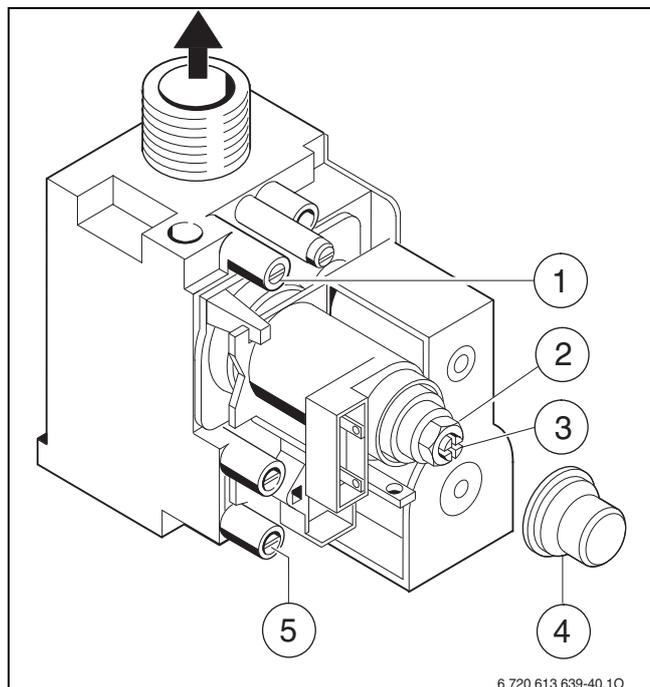

Рис. 33
- ▶ Отвернуть уплотнительный винт измерительного штуцера давления перед форсунками (1) и подсоединить U-образный манометр (→ рис. 33).
- ▶ Снять крышку (4).
- ▶ Давление перед форсунками для положения «максимум» приведено в таблице на стр. 34. Установите давление перед форсунками регулировочным винтом максимального расхода газа (2). Поворот направо - больше газа, поворот налево - меньше газа.